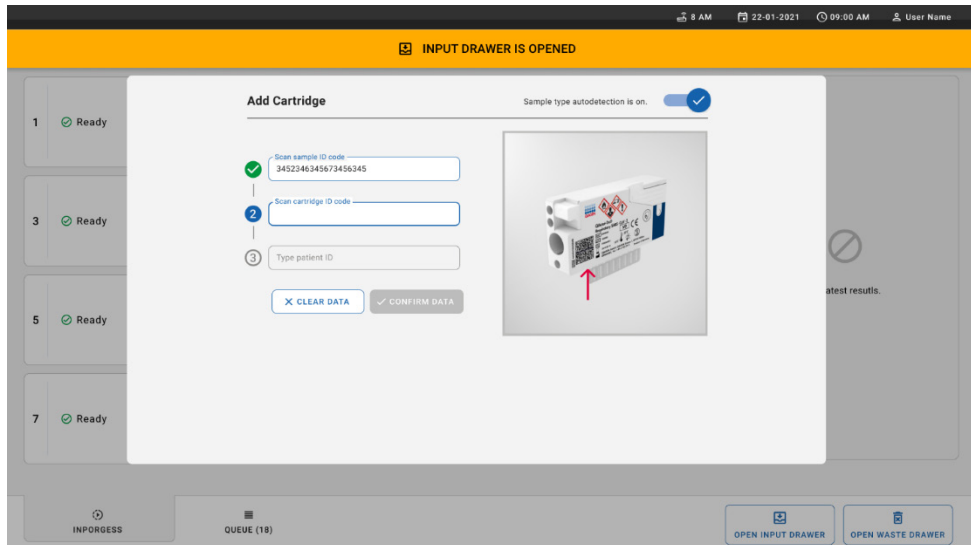
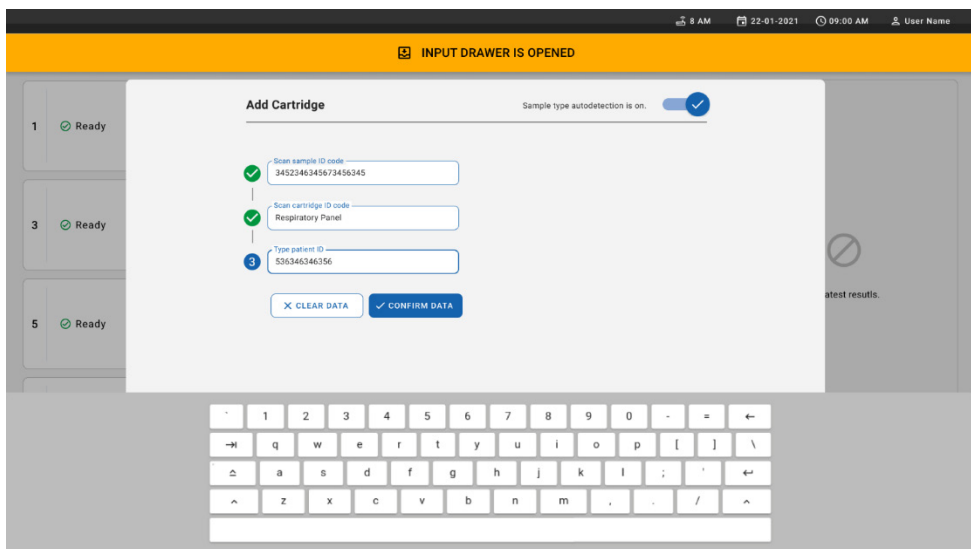

图 25.输入患者 ID。
图 26.输入患者 ID 然后确认数据屏幕
10. 输入患者 ID (Patient ID [患者 ID] 必须设置为 **on** [打开]) (图 25)，然后确认数据 (图 26)。